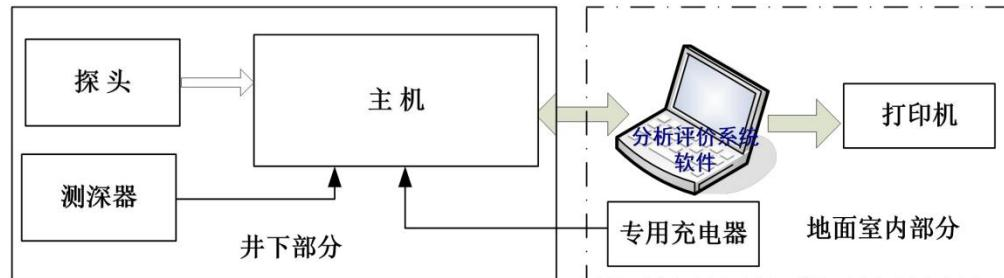

图2-1 系统组成方框图
ZKXG100矿用钻孔成像轨迹检测装置系统由“井下”和“室内”两部分组成，“井下部分”是主要包括ZKXG100-Z矿用钻孔成像轨迹检测装置主机、ZKXG100-T/T (B)、ZKXG100-S矿用钻孔成像轨迹检测装置深度编码器等主要部件，以及矿用电缆和推杆等附件，井下设备均为本质安全型设计，并通过了行业相应机构的防爆性能检测，“室内部分”是由微型计算机（主频1GHz以上）、打印机、专用充电器和资料分析及处理软件组成，构成了一个完整的图像采集与信号分析处理系统，其任务是把现场采集的图像进行计算、显示、存贮、通信、处理分析和打印成图。ZKXG100矿用钻孔成像轨迹检测装置系统结构如图2-1所示。